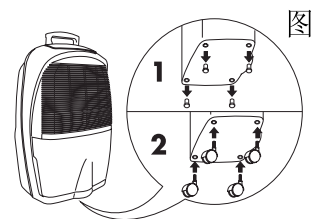

图1
- 2) 通过拉动将电器底端的橡皮帽移开，必要时使用钳子（见图1/1所示）
- 3) 将轮轴插入孔中把轮子安装好。（如图1/2所示）